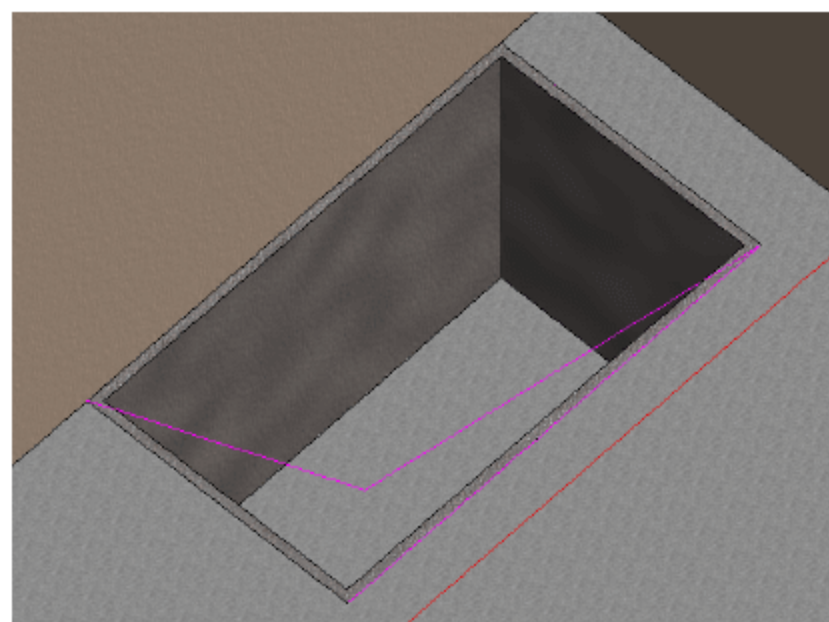

图 9.2.33 3D 效果
(11) 完成“2500×1500×1600 排水井”的绘制，3D 效果图如图 9.2.33 所示。